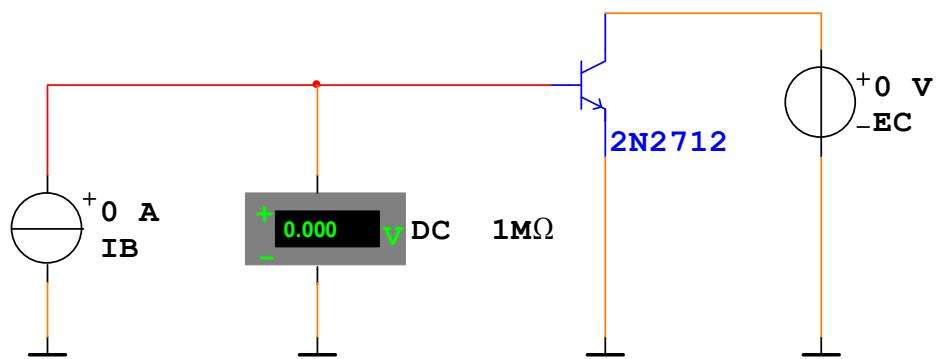

Рис. 5.1
5.2.1. Соберите схему для изучения семейства входных характеристик биполярного транзистора, приведенную на рис. 5.1. Выберете транзистор 2N2712 или другой по указанию преподавателя.